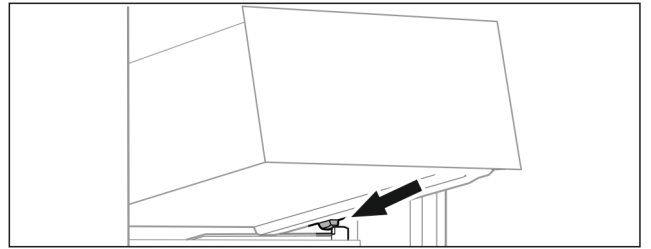

Fig. 92
- ▶ 将抽屉斜放在容器肋梁上的止挡器后面。(参见 Fig. 92)